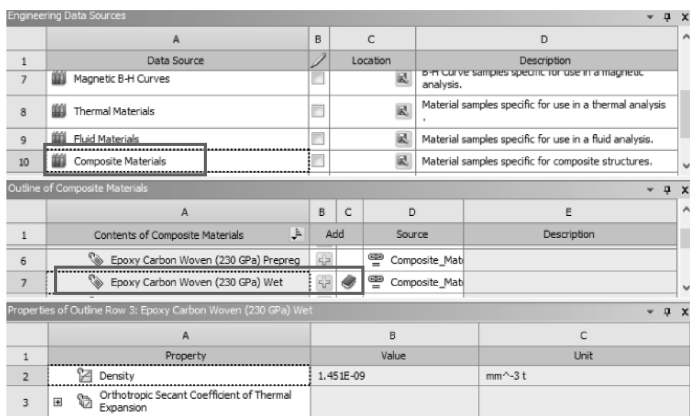

图 7-3 创建材料
(1) 编辑工程数据单元：右键单击【Engineering Data】→【Edit】。
(2) 在工程数据属性中增加材料：在 Workbench 的工具栏中单击  工程材料源库，此时的主界面显示【Engineering Data Sources】和【Outline of Favorites】。选择 A10 栏【Composite Materials】，从【Outline of Composite Materials】里查找【Epoxy Carbon Woven (230GPa) Wet】材料，然后单击【Outline of Composite Materials】表中的添加按钮 ，此时在 C7 栏中显示标示 ，表明材料添加成功，如图 7-3 所示。